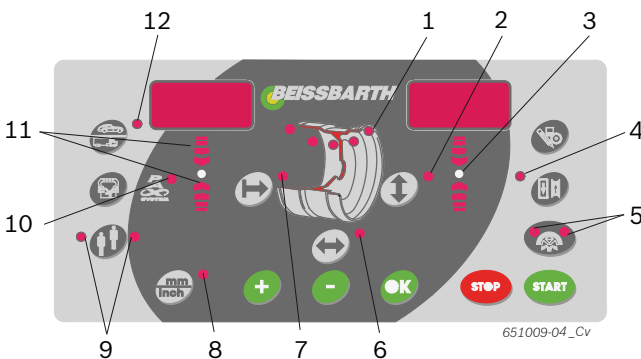

Fig. 4: Diody świeące na panelu obsługi/wskaźników
- ➔ Diody świecące (rys. 4, poz. 1) informują o pozycji wyważania we wszystkich programach wyważania.
ii W przypadku, gdy wybrany został program wyważania PAX, świeci dodatkowo dioda świecąca Pax (rys. 4, poz. 10).
2. Wybrać wyznaczony dystans obręczy koła za pomocą przycisku <-> lub <+> (rys. 4, poz. 7).
4. Wybrać wyznaczoną szerokość obręczy za pomocą przycisku <-> lub <+> (rys. 4, poz. 6).
6. Wybrać wyznaczoną średnicę obręczy koła za pomocą przycisku <-> lub <+> (rys. 4, poz. 2).
- ⇒ Z chwilą osiągnięcia właściwej pozycji do mocowania ciężarka zaświeci dioda (rys. 4, poz. 3). Prawidłowa pozycja (za ramieniem koła) potwierdzona zostanie sygnałem dźwiękowym.
Diody świecące w kształcie strzałek (rys. 4, poz. 11) informują, w jakim kierunku należy obrócić koło, aby osiągnąć pozycję "godz. 12" do założenia ciężarków.
- ⇒ Z chwilą osiągnięcia właściwej pozycji do mocowania ciężarka zaświeci dioda świecąca (rys. 4, poz. 3) i pojawi się sygnał dźwiękowy potwierdzający prawidłową pozycję.